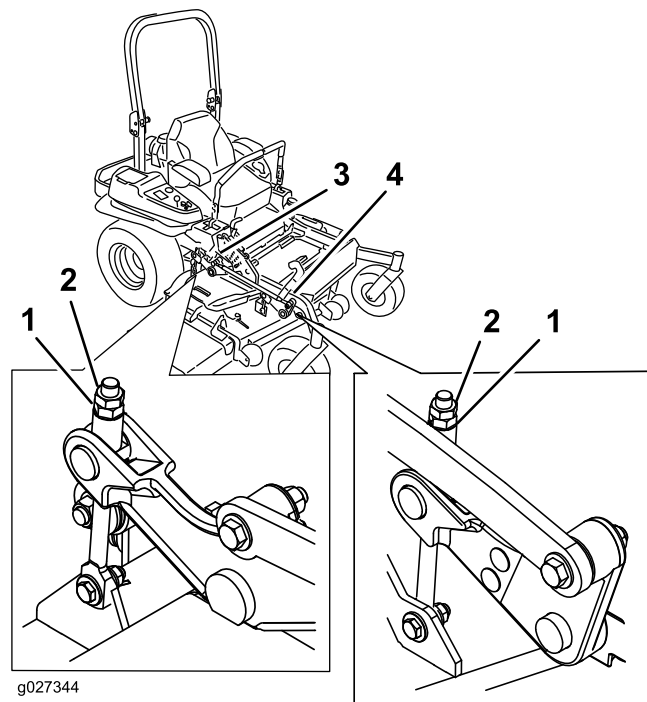

**Figure 86**
9. De chaque côté du tablier de coupe, mesurez la distance entre la surface plane et la pointe avant de la lame (position A), comme montré à la Figure 86.
16. De chaque côté du tablier de coupe, mesurez la distance entre la surface plane et la pointe arrière de la lame (position B), comme montré à la Figure 86.